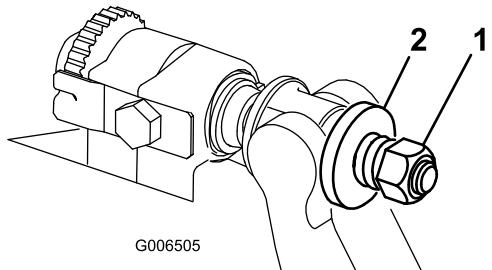

Figura 30
- Apriete la tuerca de tensado del muelle hasta que el muelle esté comprimido del todo, luego aflojela 1/2 vuelta (Figura 30).